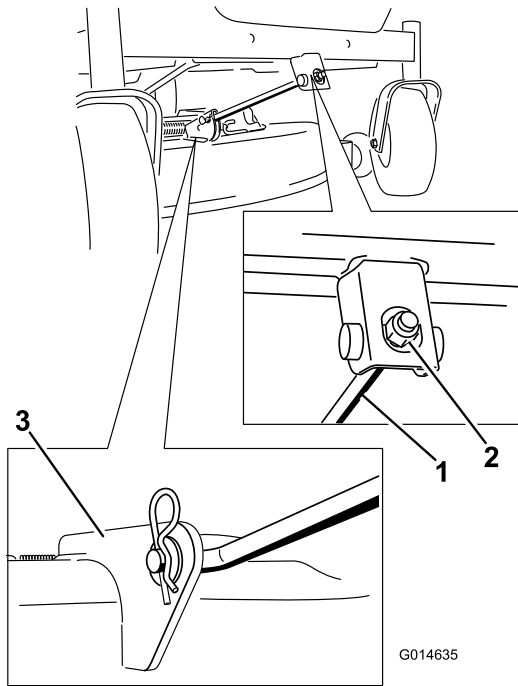

Figura 65
4. Rimuovete il perno con testa dall'asta di supporto frontale e rimuovete l'asta dalla staffa del piatto di taglio (Figura 65).
6. Montate l'asta di sostegno anteriore sul piatto di taglio con il perno con testa e la coppiglia a forcina (Figura 65).